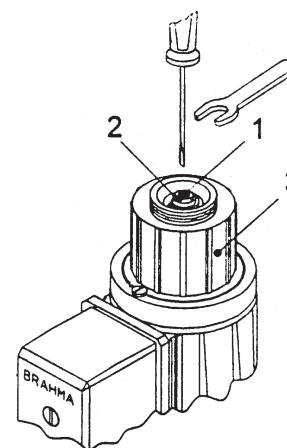

Рис. 4
Для того, чтобы изменить расход газа горелки используйте блок 3 узла замедления, изображённого на рис. 4.
Регулировка выполняется при помощи винта (1), указанного на рис. 4. Вращение винта по часовой стрелке закупоривает пропускное отверстие масла и достигается более длительное время открытия клапана. Вращение против часовой стрелки, уменьшает время открытия, так как винт освобождает сечение для потока масла.
Осуществляется посредством вращения регулятора (2), изображённого на рис. 4. Вращение по часовой стрелке посредством шестигранного ключа (6 мм.) приводит к замедлению быстрого скачка и, наоборот, - к ускорению скачка.